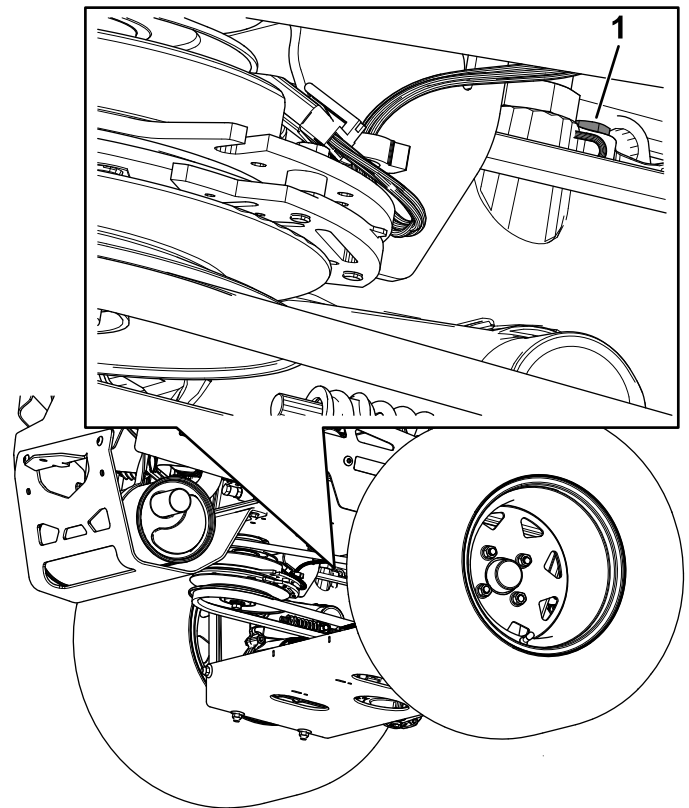

Figura 81
- **Transmisiones hidrostáticas ZT 5400:** utilice una llave de 7/16" para acceder al tapón de ventilación desde debajo de la máquina (Figura 81).